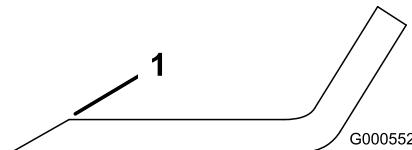

Figura 52
1. Utilice una lima para afilar el filo de corte en ambos extremos de la cuchilla (Figura 52).
- Nota:** Si la cuchilla no está equilibrada, rebaje algo el metal en la parte de la vela solamente con una lima (Figura 52).